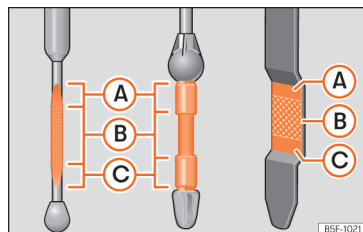

Abb. 186 Ölmesstab
Legende zur >>> (Abb. 186):
- Den Messstab anschließend wieder herausziehen und den Ölstand ablesen » (Abb. 186). Füllen Sie gegebenenfalls Motoröl nach.